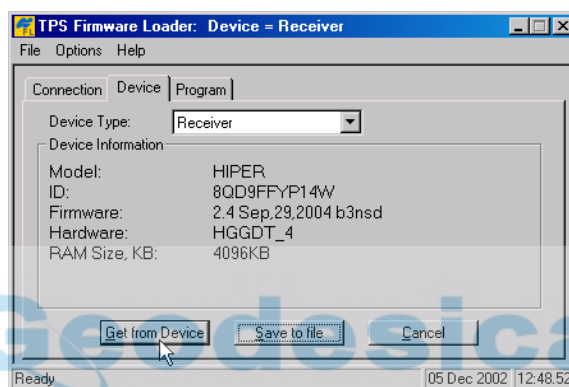

Figura 4-19. Obtención del tipo de dispositivo
1. En el programa FLoader, haga clic en la pestaña *Instrumento* y configure *Tipo Instrumento* como receptor. A continuación haga clic en **Conectar** para *Información Instrumento* (Figura 4-19).